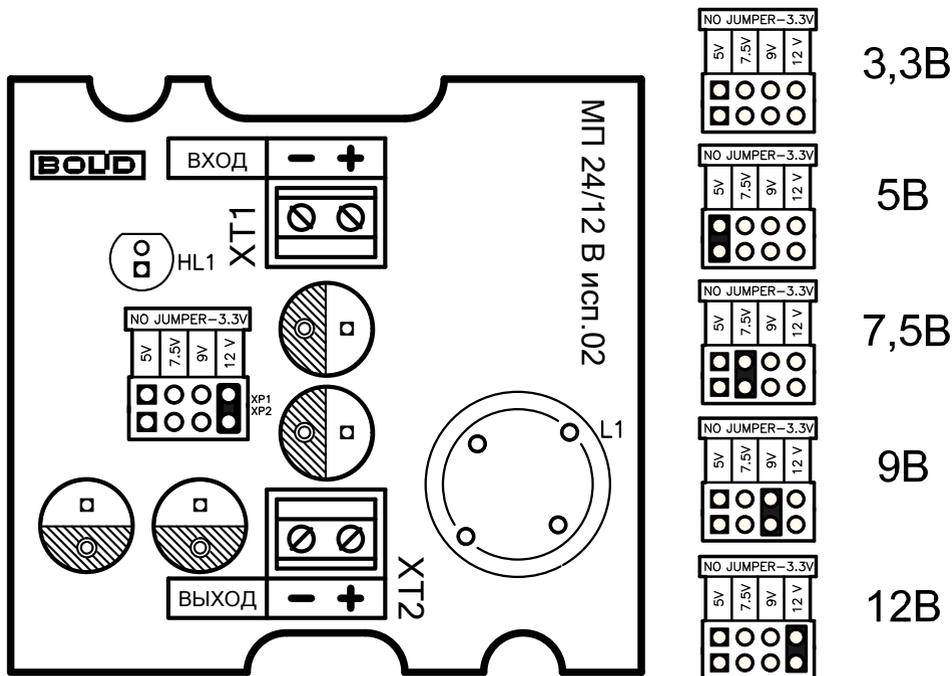

Рисунок 2
ХТ1 имеет маркировку «ВХОД», ХТ2 – маркировку «ВЫХОД» (см. Рис. 2).
2.2.5 Установить с помощью перемычки требуемое выходное напряжение (см. Рис. 2).
2.2.6 Включить внешнее питание источника питания. При этом должен включиться индикатор зелёного цвета HL1 на плате МП (см. Рис. 2), который свидетельствует, что выходное напряжение присутствует.